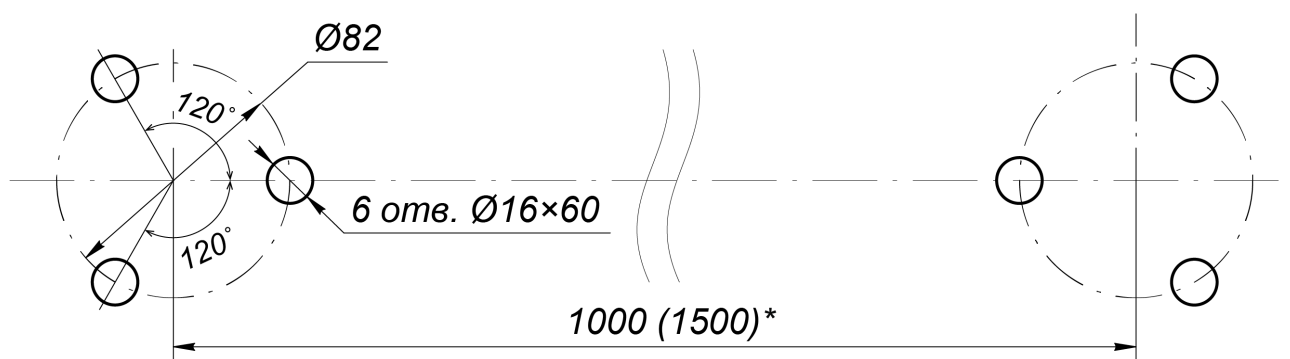

Рисунок 9. Схема разметки отверстий для стационарной секции ограждения¹
2. На стойках секции закрепите винтами М8×30 патрубки **ВН02 0-10(11)** для крепления поручней (см. рис. 9, 10). Винты входят в комплект поставки патрубков.
2. На обеих стойках секции **ВН02 2-30** соберите патрубки **ВН02 0-10** для крепления поручней, предварительно вставив в них втулки пластмассовые из комплекта поставки стоек (см. рис. 9), и закрепите их на стойках винтами М8×30 из комплекта поставки патрубков. Поручни в патрубки устанавливаются позже.